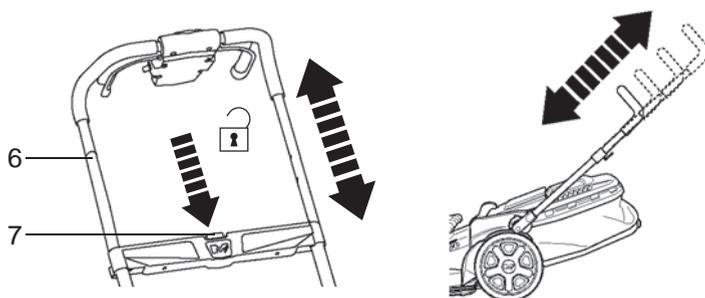

Fig.10
- > Appuyez sur le bouton de déverrouillage [7] et poussez ou tirez la poignée supérieure [6] à la hauteur souhaitée (Fig.10). Au cours de ce réglage de la hauteur, maintenez la touche enfoncée.